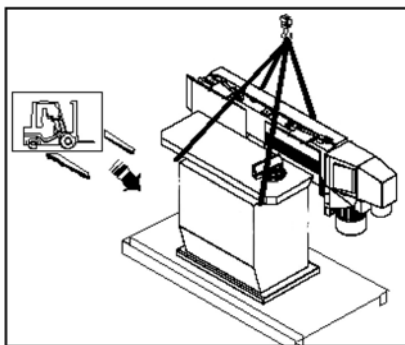

Abb. 3: Transport
Schritt 2: Zwei Seile am Kranhaken und an den entsprechenden Punkten der Kantenschleifmaschine befestigen (siehe Abb. 3).